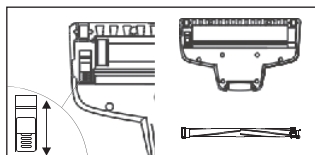
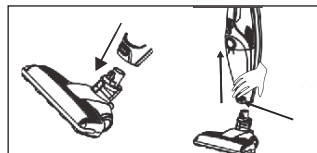

рис. 3
рис. 4
- В щетке (8) переместите фиксатор (6), вставьте валик (22) и зафиксируйте его фиксатором (6) – **рис. 3**.
- ПРИМЕЧАНИЕ: Не используйте вертикальный пылесос без установленного валика (22) в щетке (8).**
- Установите комплектную щетку (8) в гнездо (7). Чтобы снять щетку, нажмите фиксатор (6) и выдвиньте ее – **рис. 4**.
- Нажмите кнопку фиксации (6) и извлеките щетку (8) из корпуса.
- Переместите фиксатор валика и вытащите его – **рис. 3**.
- Очистите щетку (8) мягкой, слегка увлажненной тканью с небольшим количеством средства для мытья посуды.
**ПРИМЕЧАНИЕ: Щетку (8) нельзя погружать в воду.**
- После очистки вставьте валик в щетку и зафиксируйте его – **рис. 3**.